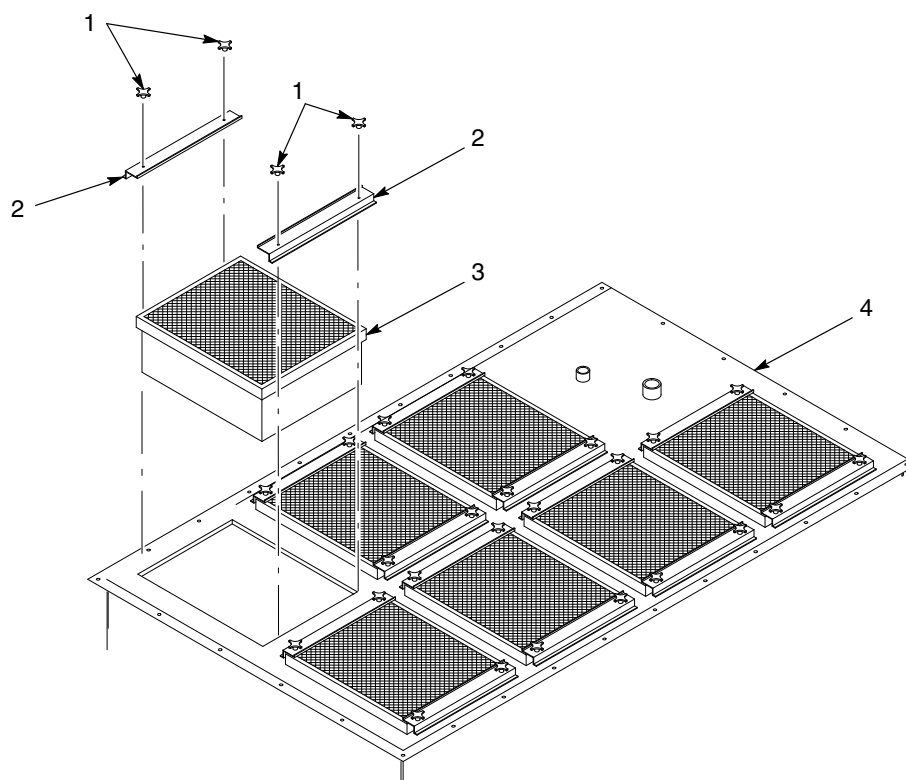

Figura 7-2 Substituição do filtro final
3. Consulte a figura 7-2. Retire os suportes do filtro final (2), retirando os punhos de fixação (1).
4. Levante o filtro final (3) usado para fora do filtro posterior.
5. Inspeccione o interior do alojamento do ventilador (4). Se vir grandes quantidades de pó dentro do alojamento, significa que existem fugas de pó através dos filtros de cartucho ou da placa de suporte. Repare a fuga antes de arrancar o sistema.